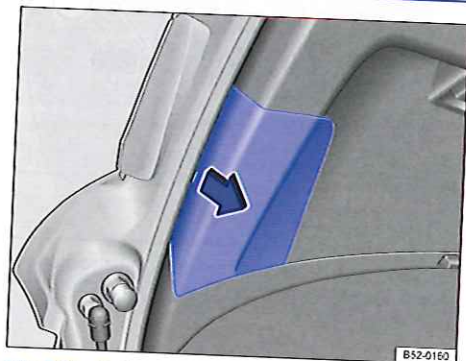

Fig. 258 Retirez le volet intégré au hayon.
3.	Retirez avec précaution, dans le sens de la flèche, le cache en faisant levier à l'aide de la lame plate du tournevis compris dans l'outillage de bord ⇒ fig. 258.